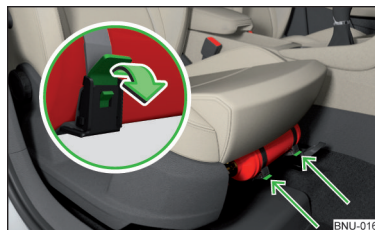

Fig. 316
- » Pour **retirer** l'extincteur, détachez les sécurités sur les deux sangles dans le sens de la flèche et retirez l'extincteur » fig. 316.